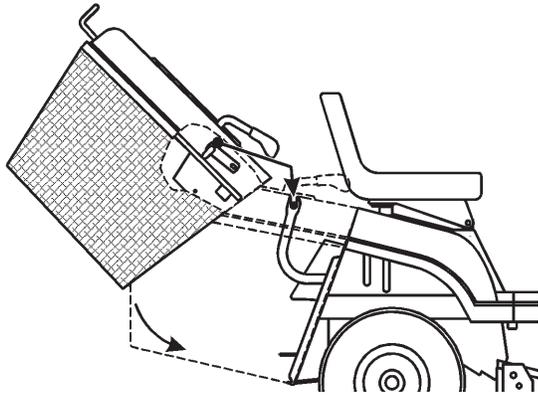

Bild 42
1. Kippen Sie den Graskollektor mit beiden Händen nach vorne (Bild 42).
2. Kippen Sie den Kollektor ungefähr 40 Grad nach vorne. Schieben Sie ihn dann auf die Stützschielen hinten am Traktor (Bild 42).